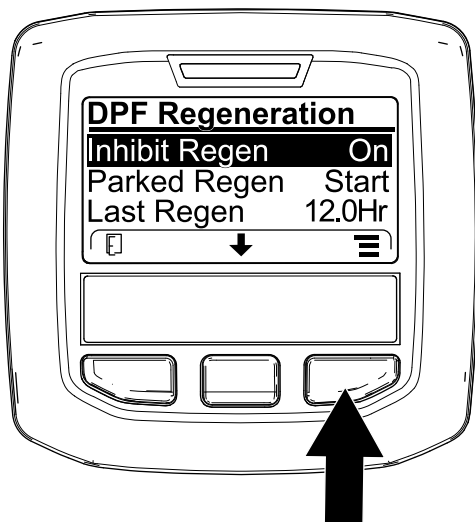
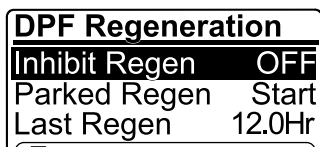

Figura 48
Figura 49
1. Aceda ao menu Regeneração do DPF, prima o botão central para ir até à opção INIBIR REGENERAÇÃO e prima o botão direito para selecionar a entrada Inibir regeneração (Figura 48).
2. Prima o botão direito para alterar a definição da Inibição da regeneração de Ligar para Desligar (Figura 48) ou de Desligar para Ligar (Figura 49).